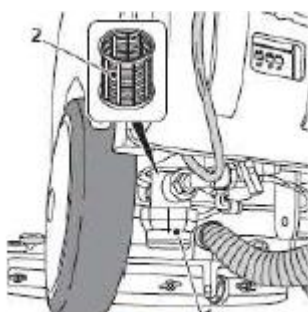

Рис. 18
- Открутите прозрачную крышку фильтра (1 на Рис.18) и снимите фильтр (2 на Рис. 18).
- Почистите фильтр (2 на Рис. 18) под проточной водой. Если он засорен, то замените его.